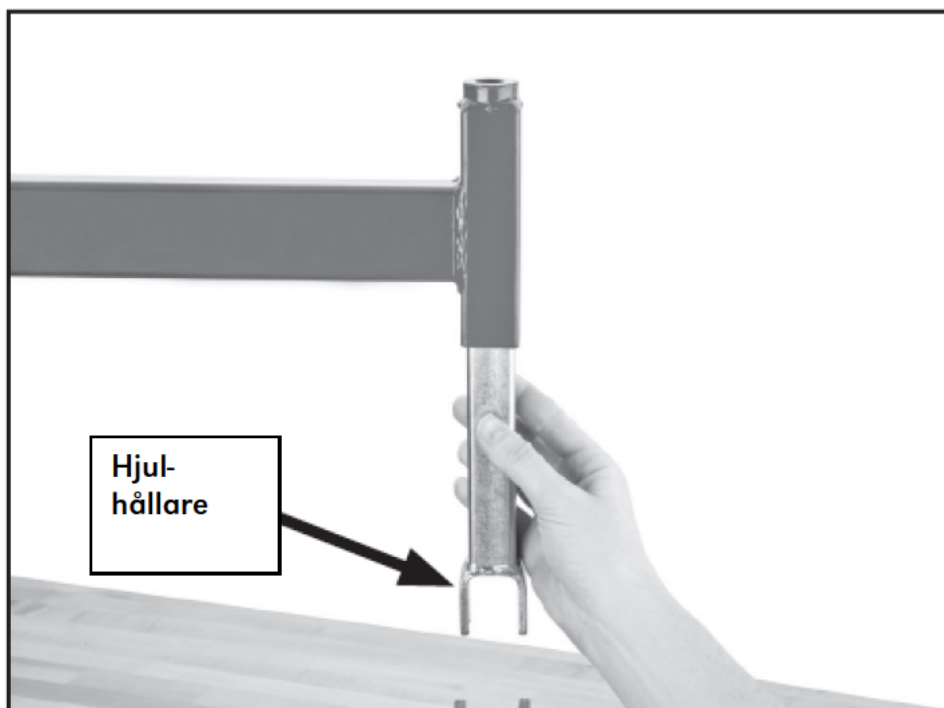

Bild 5. För in hjulhållaren i ramen.
2. Vänd ramen upp och ner och för in den nedre hjulhållaren i ramen enligt bild 5.